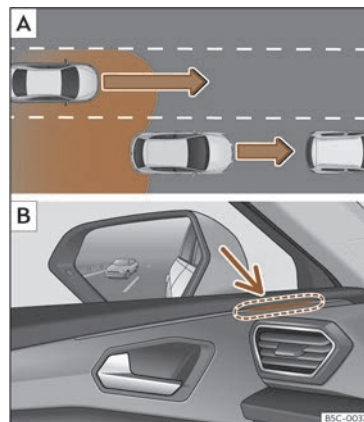
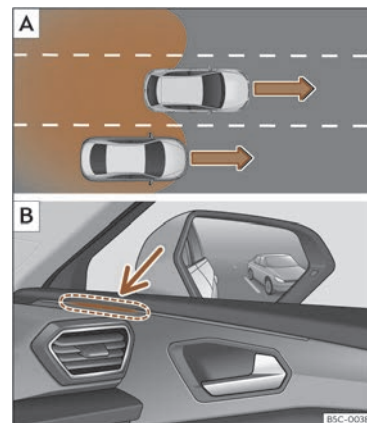

Fig. 144 Representació esquemàtica: **A** Avançament amb trànsit a la part posterior. **B** Indicació de l'assistent de canvi de carril al costat esquerre.
Fig. 145 Representació esquemàtica: **A** Avançament al carril central i incorporació posterior al carril dret. **B** Indicació de l'assistent de canvi al costat dret.
En les situacions següents es mostra una indicació a l'indicador de control >>> **fig. 144 B** (fletxa) o >>> **fig. 145 B** (fletxa):
- Quan s'és avançat per un altre vehicle >>> **fig. 144 A**.
- Quan s'avança un altre vehicle >>> **fig. 145 A** amb una diferència de velocitat d'aprox. 10 km/h (6 mph). Si l'avançament és considerablement més ràpid, no es mostra cap indicació.